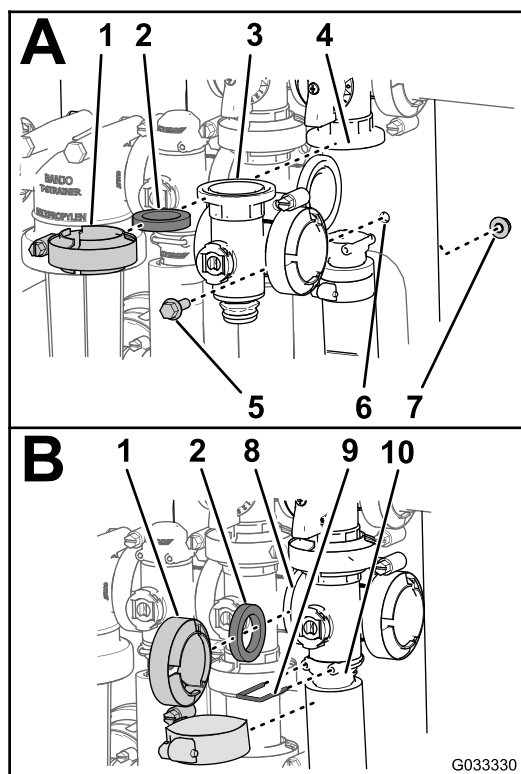

Рисунок 83
- Совместите фланец коллектора главного клапана секций, 1 прокладку и фланец главного клапана перепуска секций (Рисунок 83А).
- Смонтируйте коллектор главного клапана секций, прокладку и главный клапан перепуска секций с помощью хомута, затянув его от руки (Рисунок 83А).
- Совместите фланец коллектора главного клапана секций, прокладку и коллектор клапана перемешивания (Рисунок 83В).
- Смонтируйте коллектор главного клапана секций, прокладку и коллектор клапана перемешивания с помощью хомута, затянув его от руки (Рисунок 83В).
- Совместите фланец коллектора главного клапана секций и прокладку с корпусом главного клапана секций (Рисунок 83В).
- Смонтируйте коллектор главного клапана секций и гнездо с помощью хомута, затянув его от руки (Рисунок 83В).
- Прикрепите штуцер торцевой крышки к выпускному штуцеру, вставив держатель в выпускной штуцер (Рисунок 83В).